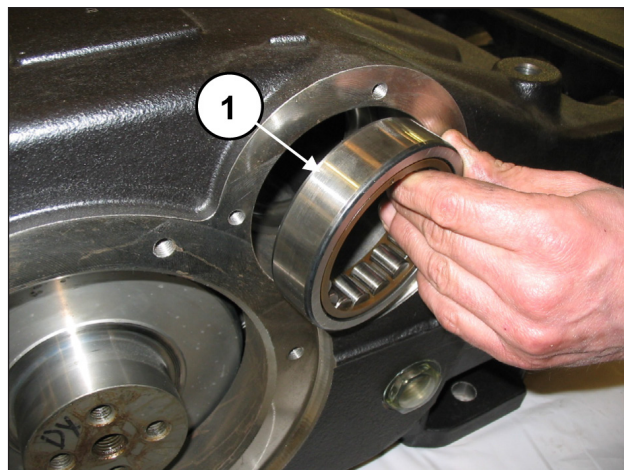
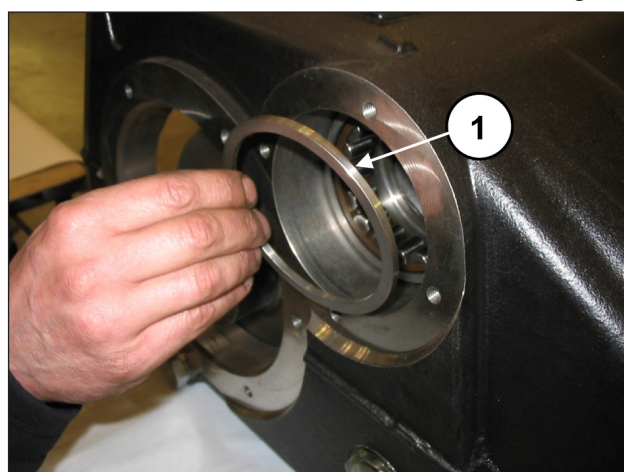
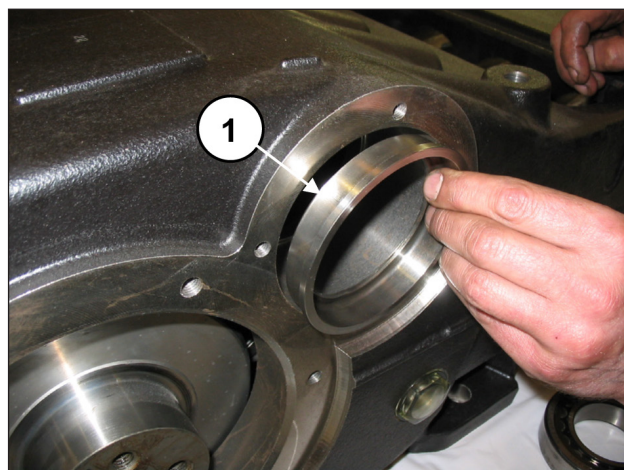

Fig. 36
Fig. 37
Fig. 38
Mediante l'utilizzo di una barra sufficientemente lunga (pos. ①, Fig. 36) e di una massa battente estrarre dal carter pompa gli anelli dei cuscinetti (pos. ①, Fig. 36), il distanziale cuscinetto esterno (pos. ①, Fig. 37) e la bussola di lubrificazione cuscinetti (pos. ①, Fig. 38).